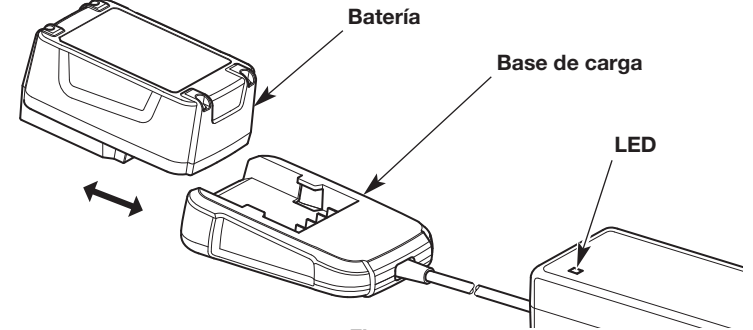

Fig. 7
1. Enchufe el cargador de baterías en un tomacorriente eléctrico adecuado. El LED (Fig. 7) se enciende en verde después de unos segundos. Si el LED no se ilumina, asegúrese de que el cargador de baterías esté bien instalado y pruebe el tomacorriente eléctrico con otro dispositivo eléctrico.
2. Inserte la batería en la base de carga (Fig. 7). El LED permanecerá verde, pasará a rojo o parpadeará en rojo.